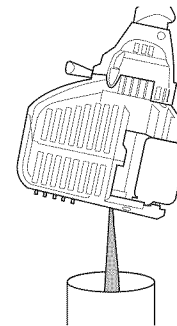

Fig. 19
3. Incline la unidad verticalmente para verter el aceite del orificio de llenado en un recipiente (Fig. 19). Dele suficiente tiempo para que drene completamente.